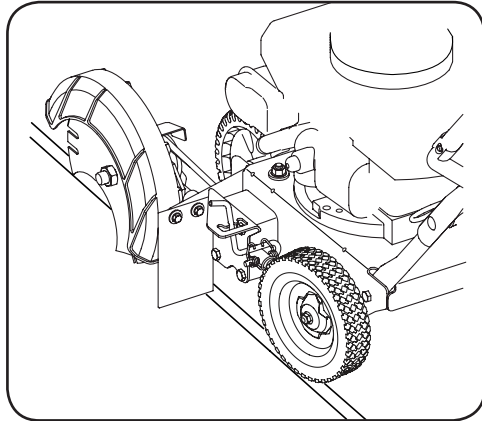

Figura 4-3
1. Mueva la unidad al área que va a recortar, asegurándose de que la rueda posterior izquierda esté sobre una superficie dura y que la cuchilla esté sobre el área a cortar. Vea la Figura 4-3.